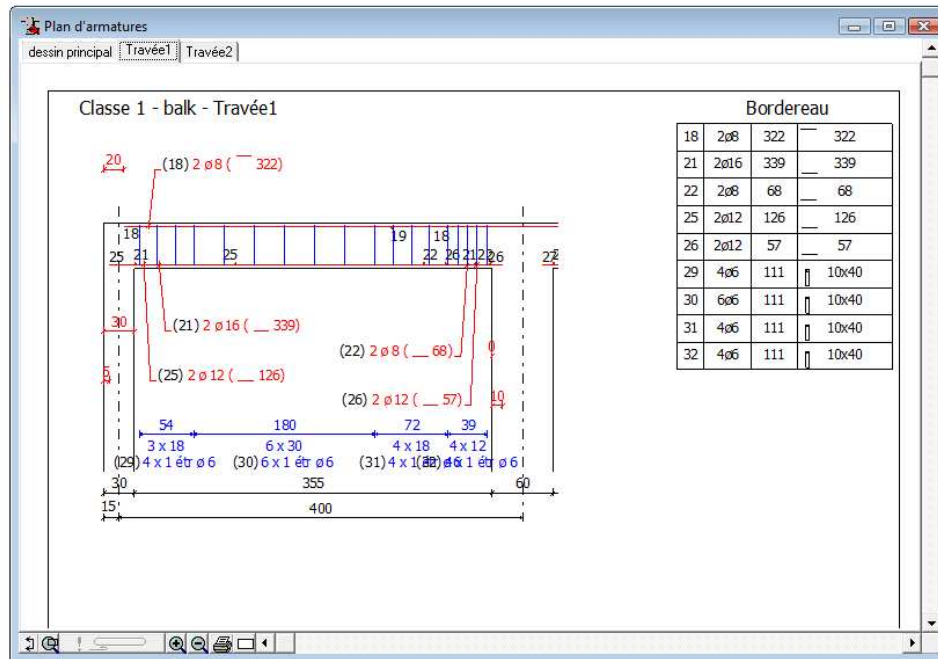

fig. 71: Plan d'amatures - la numérotation des barres changée
Si vous faites suivre la numérotation du bordereau de la poutre "PE2" à celle de "P1", le plan de ferrailage de la poutre "PE2" est affiché comme à la fig. 71. La numérotation des barres commence à partir de (18) puisque les étriers de la dernière zone de "P1 " porte le numéro (17).